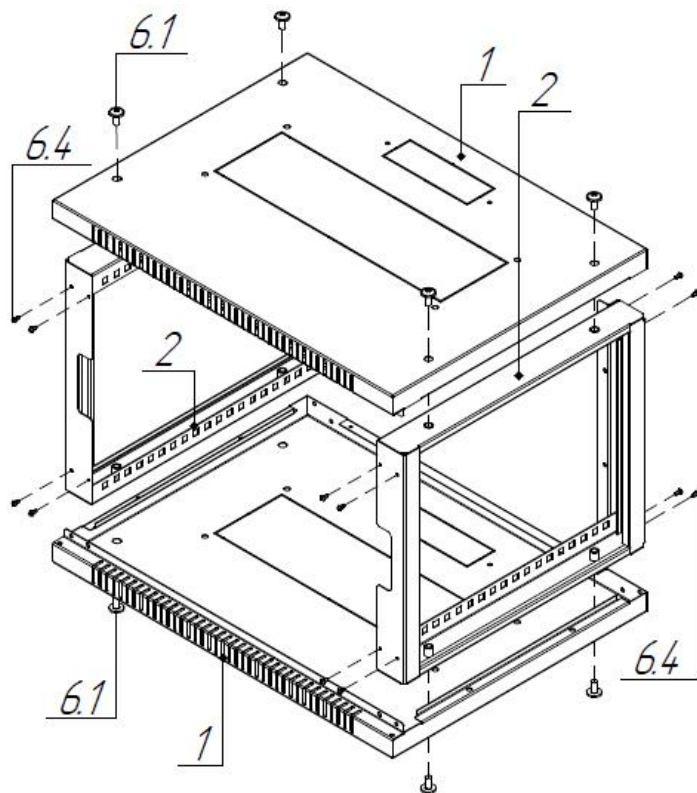

Рис. 1 – Сборка корпуса.
2. В нее вставляем Рамы 2шт., как показано на рис.1;